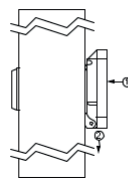

fig. 4
11. Închideți și agățați monitorul de suport (fig. 4.).